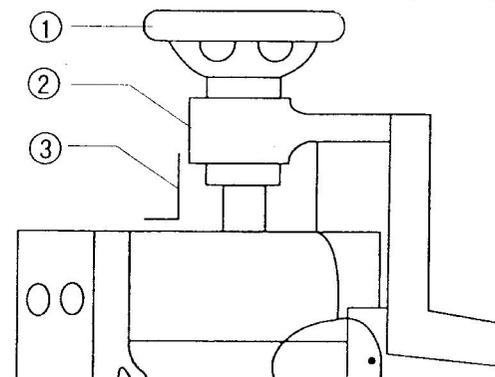
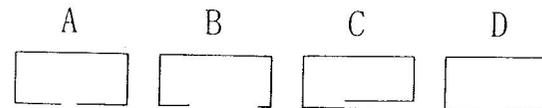
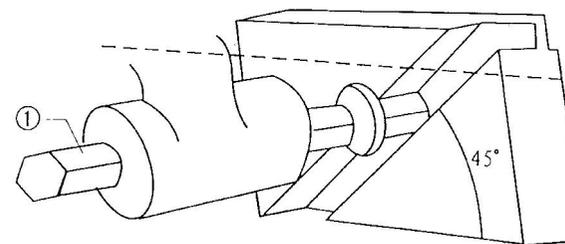
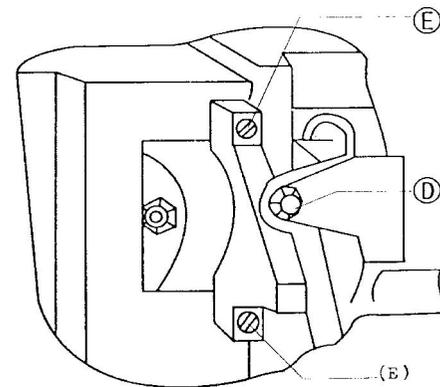

Рис.8
Рис.13
Рис.11
Рис.12
Перед брошюровкой книги необходимо прежде измерить ее толщину (см. рис.8), а затем начинайте поворачивать колесо (1) до тех пор, пока показания на индикаторе (3) и маркере (2) не совпадут с размером толщины книги. Только после этого начинайте брошюровку.
Чтобы сделать левый конец идентичным правому необходимо отрегулировать эксцентрическую ось (1) на рис. 11, а для отладки длины правого необходимо регулировать А на рис. 12. Положение В и С на рис. 13 могут возникнуть при брошюровке книг различной толщины, т.е. один конец получается слишком длинным, а другой слишком коротким. В обоих случаях необходимо отрегулировать как 1 на рис. 11 так и Д на рис. 12. При состоянии Д на рис. 13 регулировке подлежит только 1 на рис.11, чтобы привести скрепку в положение А на рис. 13.
7. См. рис. 8 в связи с толщиной книги, предназначенной для брошюровки; см. рис. 13 в связи с состоянием концов скрепки; а также см рис. 11 и 12 в связи с регулировкой длины концов скрепки.